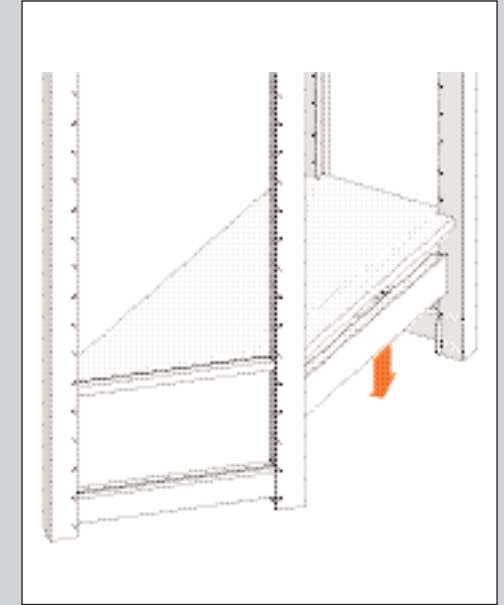

ABBILDUNG 51
4. Schieben Sie die Sockelleiste von oben herab an der geraden Seite über die Halterung und an der schrägen Seite gegen die Halterung (siehe Abb. 51).